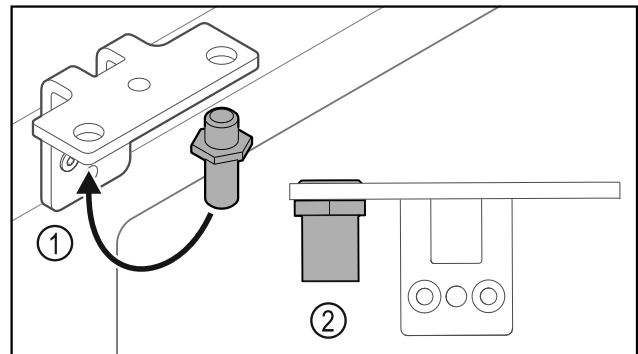

Fig. 24
- Premiestnite čap Fig. 24 (1) v uholníku závesu.
- Uťahnite čap Fig. 24 (2) **ťahovacím momentom 12 Nm**.